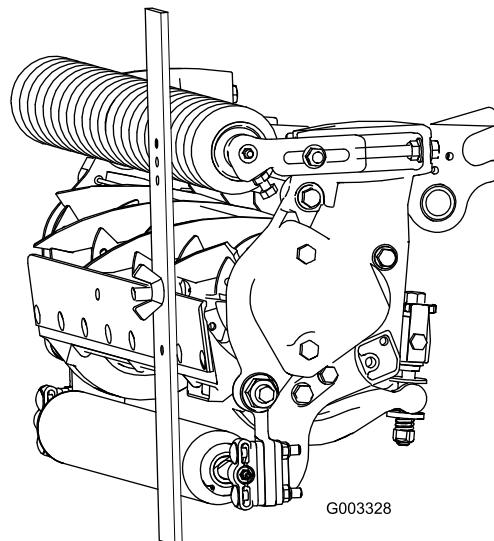

Figure 21
4. Accrochez la tête de la vis sur le bord tranchant de la contre-lame et appuyez l'arrière du gabarit contre le rouleau arrière (Figure 21).
5. Tournez la vis de réglage jusqu'à ce que le rouleau avant touche le gabarit (Figure 21). Réglez les deux extrémités du rouleau jusqu'à ce que celui-ci soit parfaitement parallèle à la contre-lame.